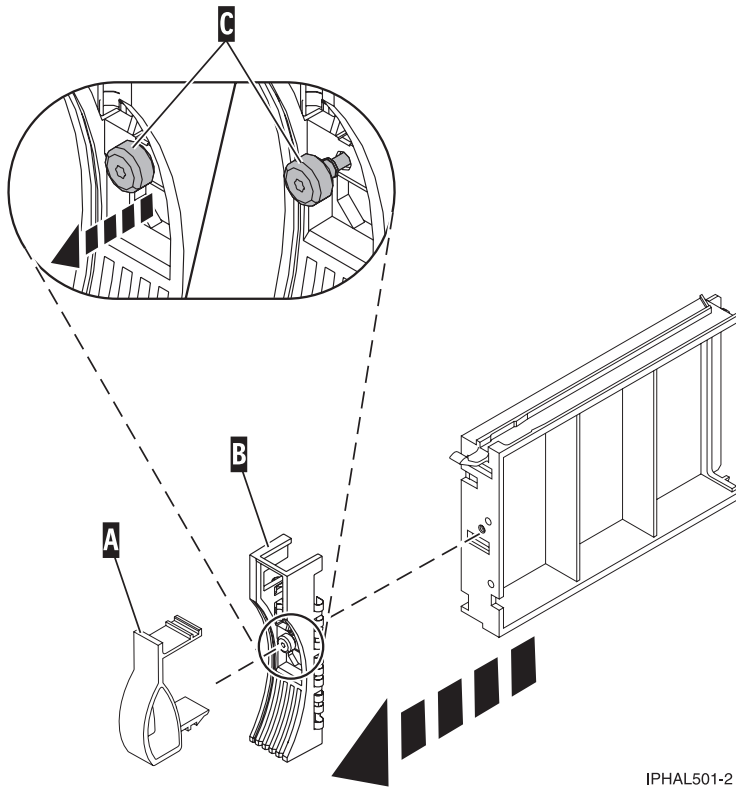

Figure 32. Retrait du panneau frontal d'une unité de disque
1. A partir de l'unité de disque ou de l'obturateur d'unité de disques retiré, retirez doucement le loquet du panneau frontal de l'unité de disque **(A)** du bord avant de l'obturateur (voir figure 32, à la page 56.)